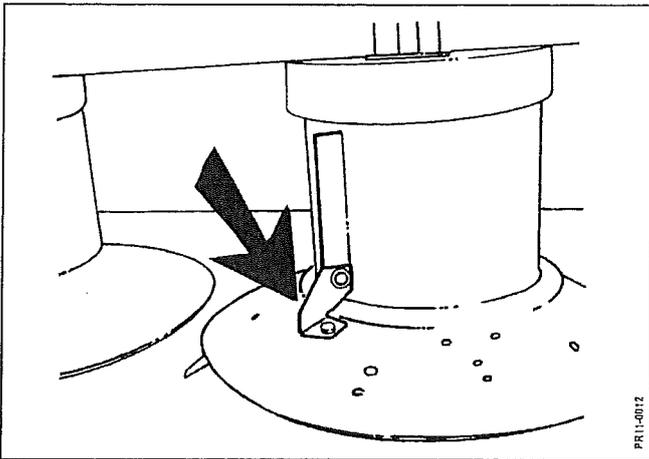

Fig. 5-6
**Fig. 5-6:** Vérifier que les rabatteurs sur les tambours sont en bon état. Les tambours peuvent être déformés par des pierres ou autres corps étrangers. Si cela cause un déséquilibre, ils doivent être remplacés.